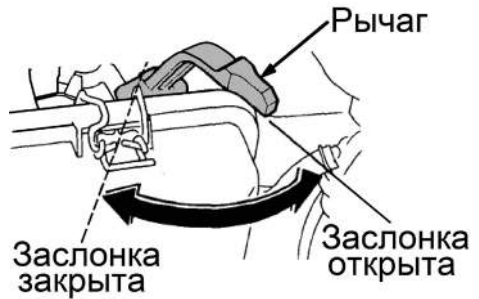

Рис. 6. Рычаг управления воздушной заслонкой
- Закройте воздушную заслонку карбюратора. Для этого переведите рычаг управления воздушной заслонкой в крайнее левое положение (Рис. 6).